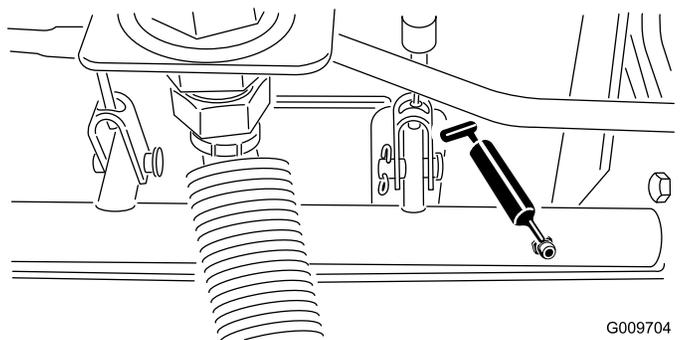

Рисунок 75
- Шарнирные опоры вала тормоза (5 шт.), как показано на Рисунок 75.